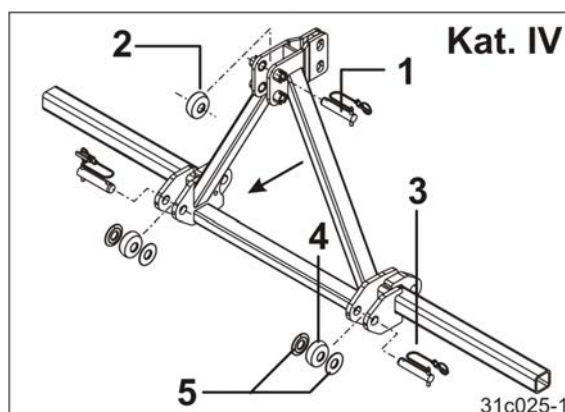

Fig. 54
1. Monter med topstangsbolten $\varnothing 31,7$ mm (Fig. 54/1)
- o et topstangskuglesæde i kat. IV (Fig. 54/2).
2. Monter med hver liftarmsbolt $\varnothing 36,6$ mm (Fig. 54/3)
- o et liftarmskuglesæde i kat. IV (Fig. 54/4).
- o 2 afstandsskiver i kat. IV, 6,5 mm tykke (Fig. 54/5).